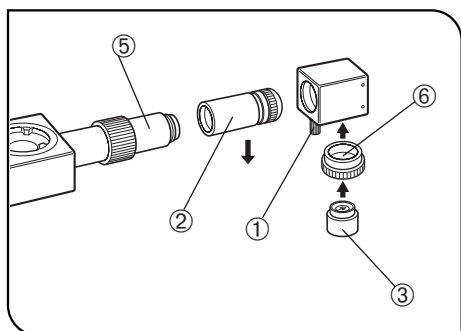

Fig. 7
2. Cuando el U-DA está montado sobre otro tubo intermedio (Fig. 7)